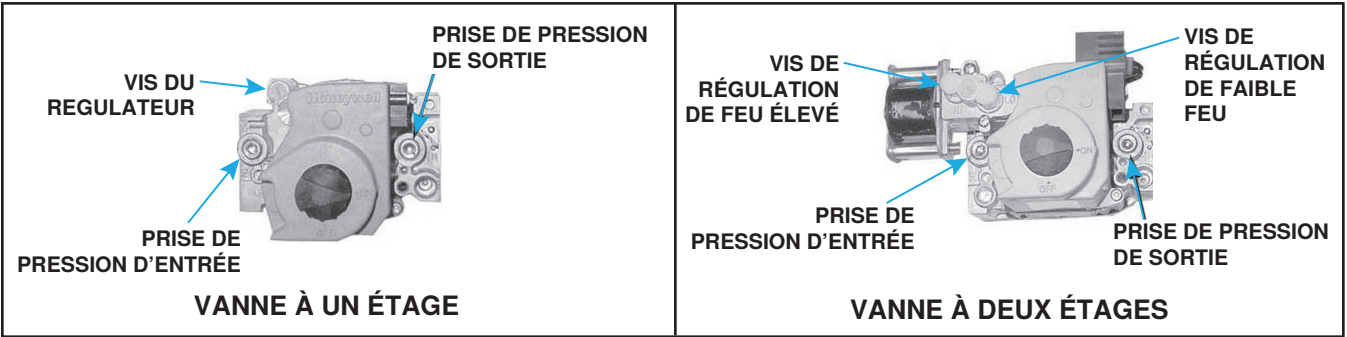

Figure 27. Vannes à gaz combinées
1. Positionnez la soupape manuelle (sur la soupape combinée) de manière à prévenir la circulation vers les brûleurs principaux et branchez le manomètre sur la prise de pression (voir **Figure 27**) de la soupape.
3. Normalement, aucun ajustement du régulateur réglé en usine ne devrait être nécessaire. Si un ajustement est requis, réglez la pression sur la valeur correcte en tournant la vis du régulateur (voir **Figure 27**) vers l'intérieur (sens des aiguilles d'une montre) pour augmenter la pression. Tournez la vis du régulateur vers l'extérieur (sens contraire aux aiguilles d'une montre) pour réduire la pression. Consultez la documentation du fabricant de la soupape qui accompagne la fournaise pour des informations plus détaillées.
2. Connectez le manomètre à la prise de pression d'entrée sur la vanne de gaz combiné (voir Figure 27).